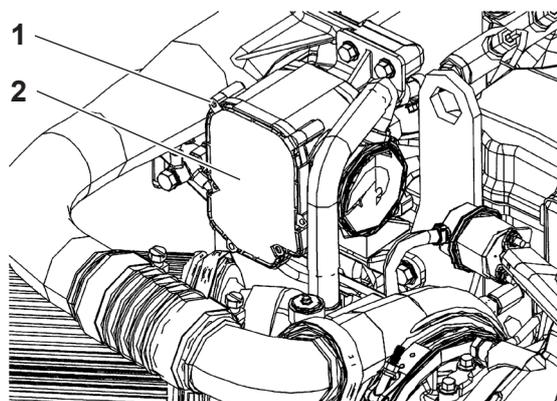

Abbildung 6
1. Lösen Sie die Schrauben (**Abbildung 6, [1]**) und entfernen Sie die Filtergehäuseabdeckung (**Abbildung 6, [2]**).